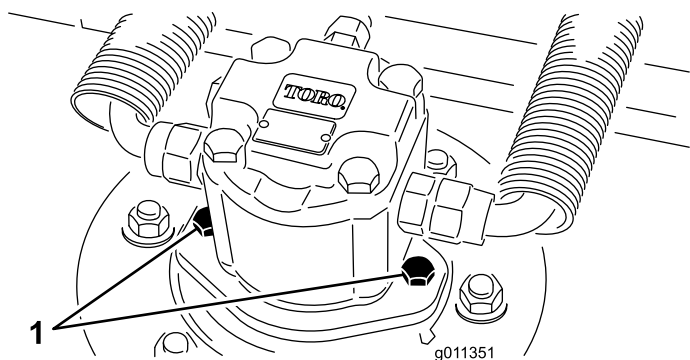

Figure 119
2. Débranchez et déposez le moteur hydraulique de l'unité de coupe (Figure 119). Couvrez le dessus de l'axe pour éviter toute contamination.
3. Posez le moteur hydraulique sur l'unité de coupe (Figure 119). Vérifiez que le joint torique est en place et en bon état.